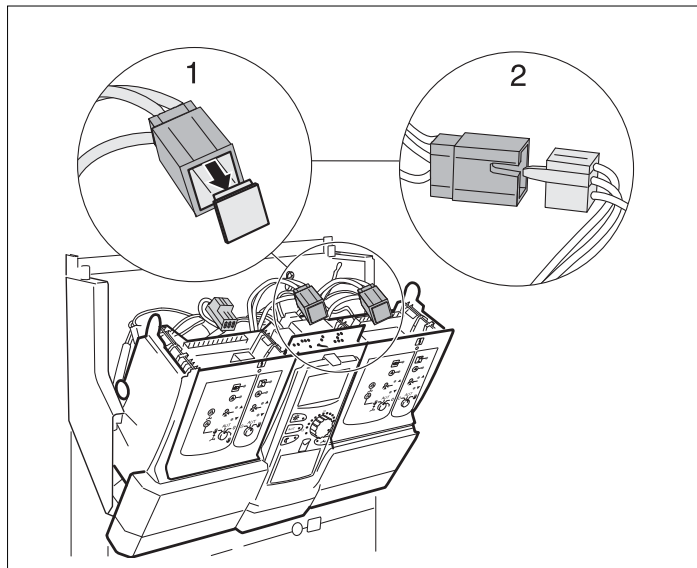

Рис. 8 Подключение разъема 2 к сети
- Удалите заглушку (см. вид 1 на Рис. 8) трехполюсного штекера (на кабельном жгуте).
- Вставьте соединительный штекер (230 В) модуля в трехполюсный штекер (см. вид 2 на Рис. 8).